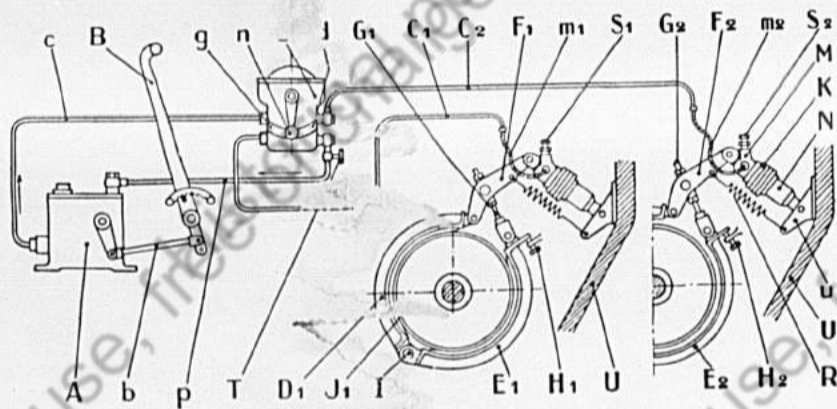

Bild 20. Öl-Druck-Handbremse.
(Bild 20)
- T Handbremsventil (Abschnitt 9, Bild 20)